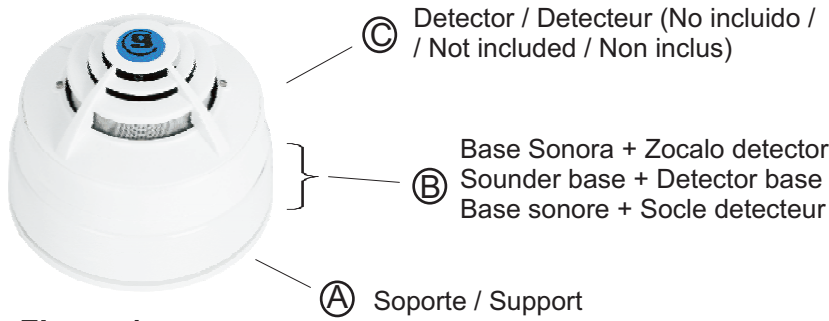

Figure 1
In figure 1 there is the general assembly with the support (A), and the assembly of the sound base and the low detector base (B). The detector (addressable or conventional) is not included.
- 5) Installation of the assembly (Figure 1 and 2).
La figure 1 représente l'ensemble formé par le support (A), et l'ensemble de base-socle sous détecteur (B). Le détecteur (adressable ou conventionnel) n'est pas inclus.